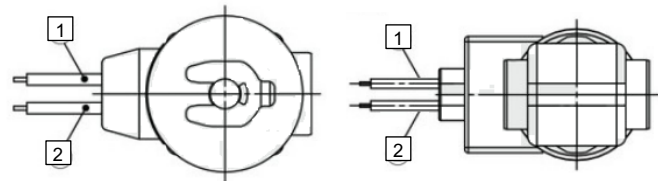

Abbildung 4. Eingegossenes Kabel und Eingegossenes Kabel mit PCB
- Die Biegung der Anschlusskabel darf bei einem Radius von weniger als 20 mm 90° nicht überschreiten, da sonst Beschädigungen auftreten können. Siehe Abbildung 4.